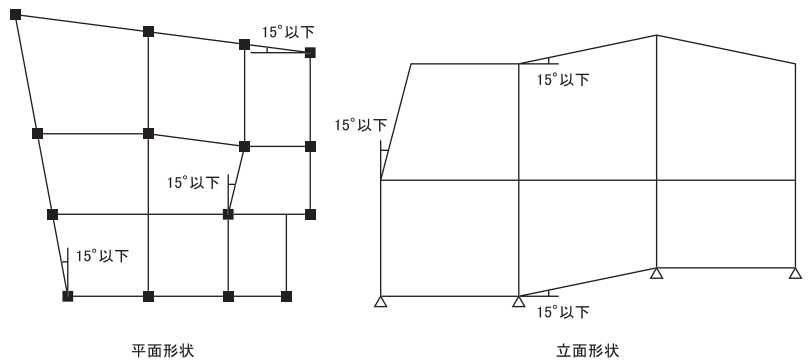

図1 取り扱う建物形状の例
- ・互いに直交するX、Y方向フレームで構成される建物を基本としますが、傾斜フレーム、中折れフレームなどのある建物も扱います。(図1)(\*2)